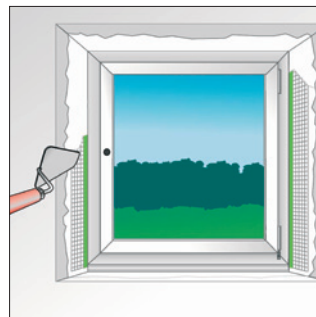

Bild 7: Einputzen und glattstreichen
- Beiputz ausführen (Bild 7).
- Beiputz ausführen lassen (Bild 7).